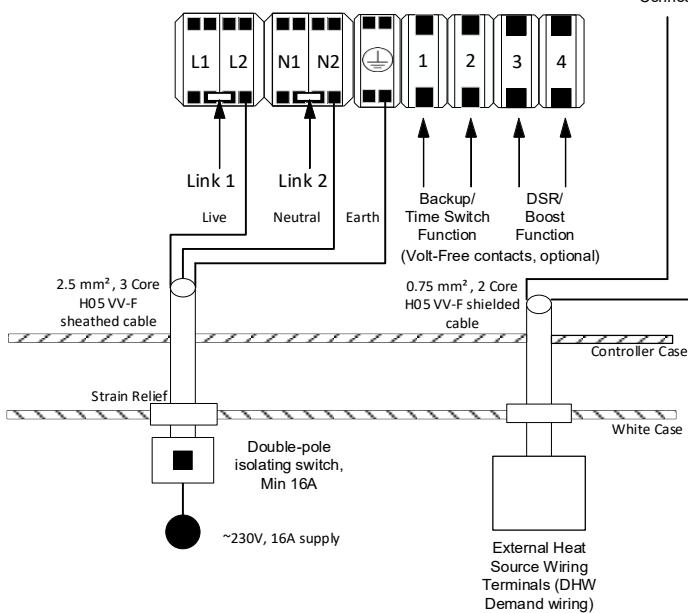

Figure 11 - Câblage de la batterie thermique Thermino xPlus sans dérivation de l'énergie solaire
- Sans dérivation de l'énergie solaire, voir section 6.4.1, Figure 11.